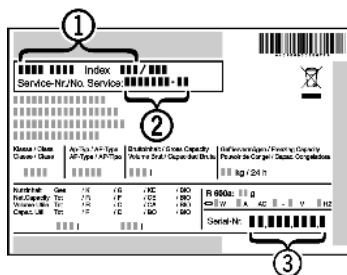

Fig. 6
► A készülék megnevezését Fig. 6 (1), a szerviz- Fig. 6 (2) és sorozatszámot Fig. 6 (3) a típustábláról olvassa le. A típustábla a készülék belsejében baloldalon található.
- Értse a vevőszolgálatot a hibáról, és adja meg nekik a készülék megnevezését Fig. 6 (1), a szerviz- Fig. 6 (2) és a sorozatszámot Fig. 6 (3).